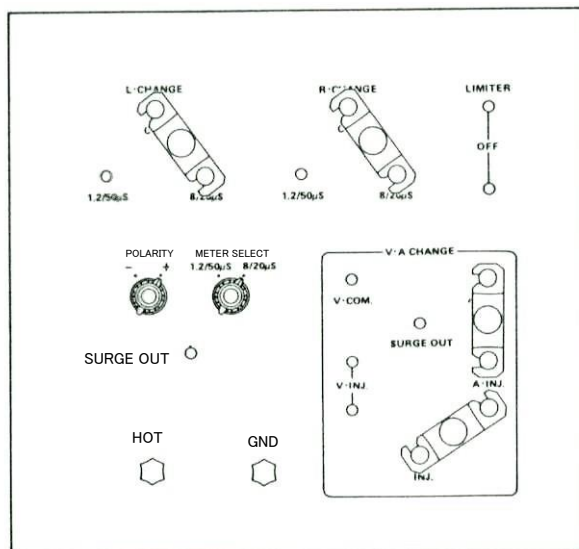

図 17
1. 添付品の放電プローブで、出力波形切替部⑭と重畳切替部⑯の各端子の残留電圧を放電させます。
2. 出力波形切替部を図 17 のように設定します。POLARITY 切替ツマミ⑫ で出力サージの極性を選択し、METER SELECT ツマミ⑬は  $8/20\mu s$  に設定します。